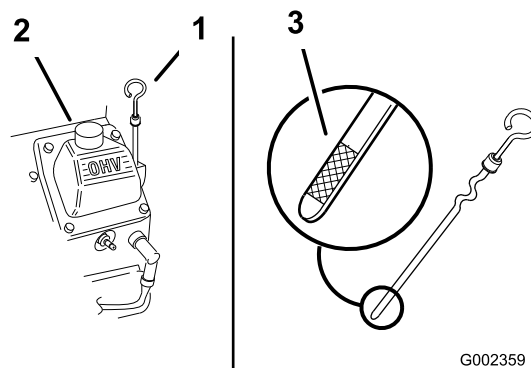

Figura 152
1. Limpie el área alrededor del tapón de llenado y la varilla (Figura 152).